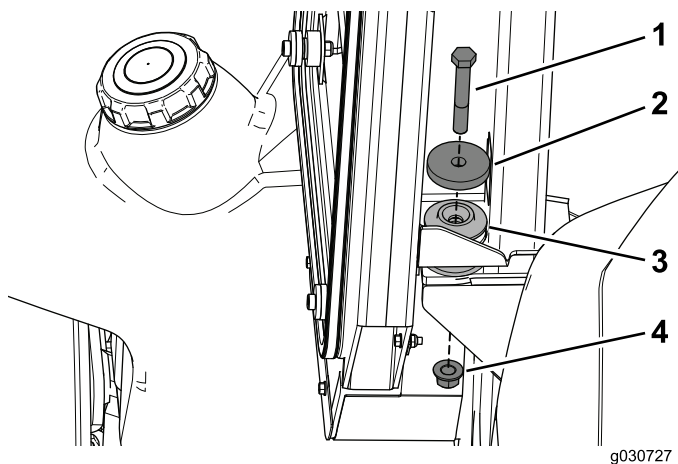

Figura 24
3. Utilice un perno ($\frac{1}{2}$ " x $3\frac{1}{4}$ "), una arandela ($2\frac{1}{4}$ " de diámetro) y una contratuerca para fijar la cabina a los soportes traseros de la máquina (Figura 24).